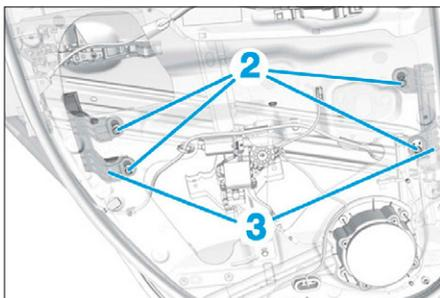
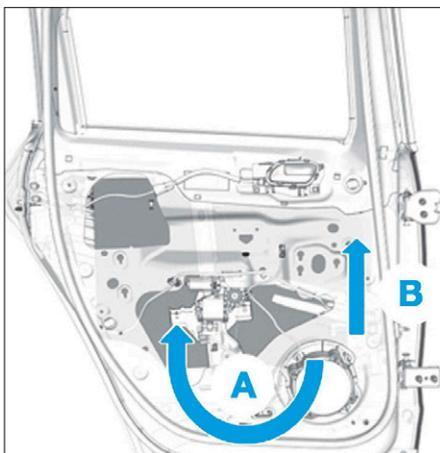

FIG. 78
FIG. 79
- les vis (2) (Fig.78),
- les guides (3).
- Pivoter la vitre suivant (A) (Fig.79).
- Lever la vitre suivant (B) pour la déposer.